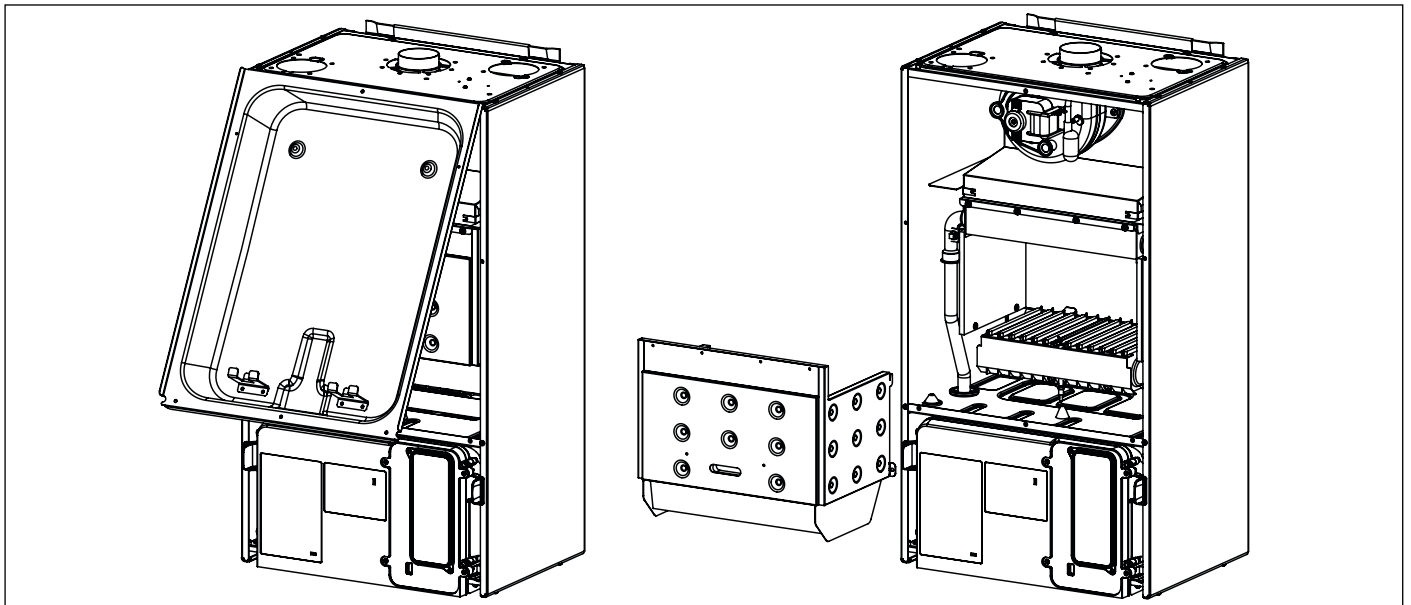

Fig. 38 Desmontaje cámara de combustión
- Quitar la parte delantera de la cámara de combustión (véase Fig. 38 Desmontaje cámara de combustión).